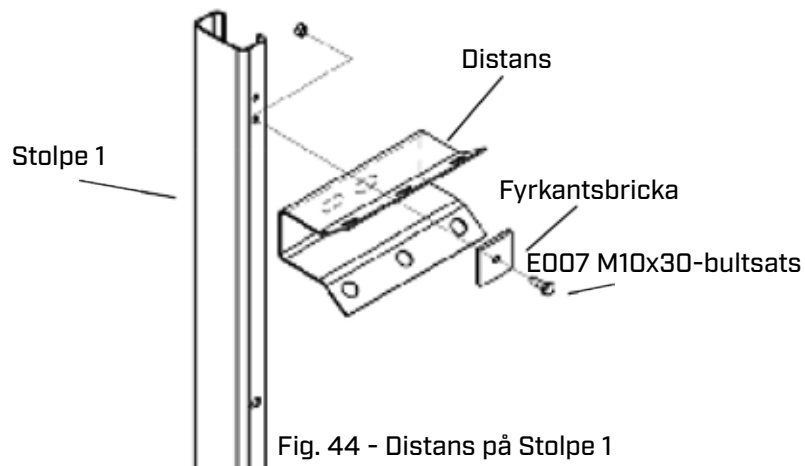

Fig. 44 - Distans på Stolpe 1
4.6 Använd E007 bultsats och fyrkantsbricka för att montera Distans på ena sidan av Stolpe 1. Det nedre hålet på stolpen skall användas. Alla distanser har två spår på insidan för montering. Använd spåret som visas i Fig. 44.